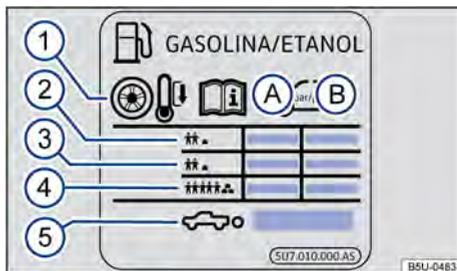

Fig. 162 Etiqueta com as pressões dos pneus.
Indicações na etiqueta de pressão dos pneus → Fig. 162:
- Adequar a pressão dos pneus sempre à condição de carga do veículo → Fig. 162 ③.